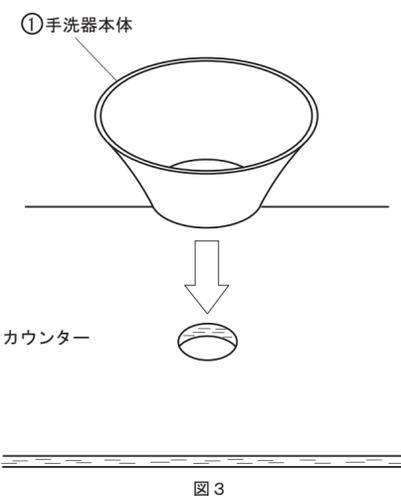

図3
- 3) ①手洗器本体をカウンターに開口した取付穴の上に設置します。(図3参照)